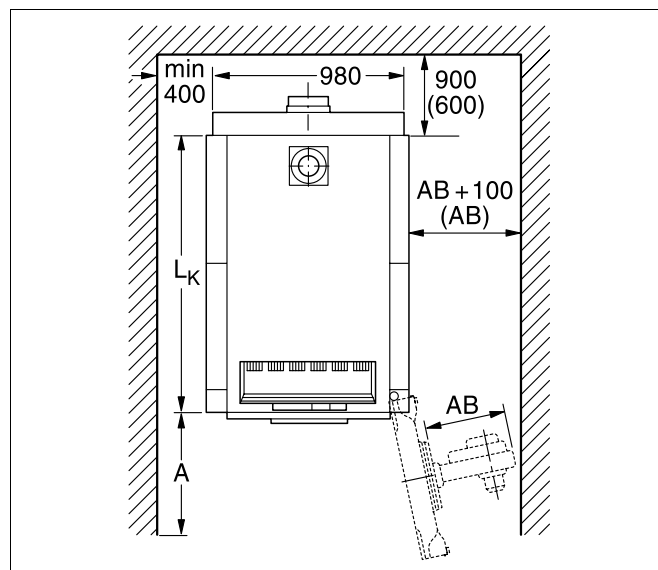

Fig. 6 Oppstillingsrom med kjel (mål i mm)
- De anbefalte veggavstandene for åpning av brennerens dør, for montasje av kjelen og for rengjøring og service skal overholdes (se Fig. 6 og tabellen nedenfor).
Ved underskridelse av den anbefalte avstanden A (fig. 6) er det ikke mulig å utføre rengjøring med rengjøringssettet som tilbys. Som et alternativ anbefaler vi å bruke kortere (lengde ca. 1 m) rengjøringsapparater med forlengere eller å rengjøre med vann/kjemikalier.
- Ved bygging av fundamentet skal det tas hensyn til brennerens hengsling (høyre-/venstrehengsling av brennerens dør, Fig. 6, Side 15).